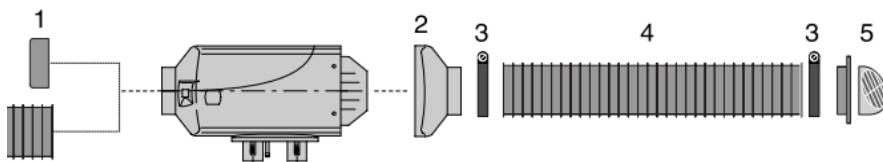

Fig. 28
- Montieren Sie ein Schutzgitter **Fig. 28** (1) am Heizlufteneintritt sowie am Heizluftaustritt des Heizgerätes, um Verletzungen durch den Impeller oder Verbrennungen durch Berührung des Wärmetauschers zu vermeiden.